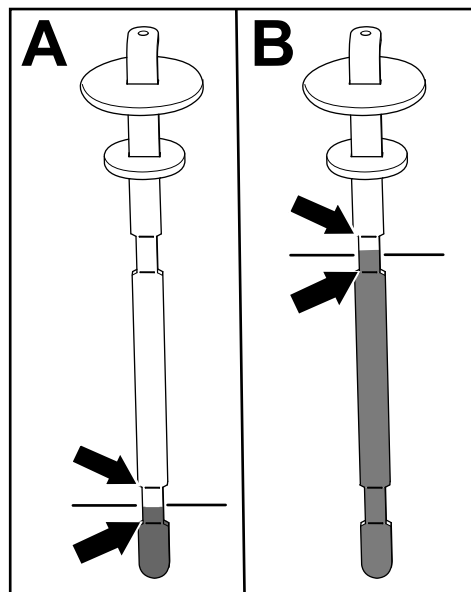

Рисунок 81
5. Извлеките щуп и проверьте уровень рабочей жидкости (Рисунок 81).
- Если у вас на машине установлен **режущий блок**: уровень гидравлической жидкости должен находиться на соответствующем уровне между 2 нижними отметками на щупе (А на Рисунок 81). Также допустимо, если уровень жидкости находится выше нижних отметок.
приводом: уровень гидравлической жидкости должен находиться на соответствующем уровне между 2 верхними отметками на щупе (В на Рисунок 81).